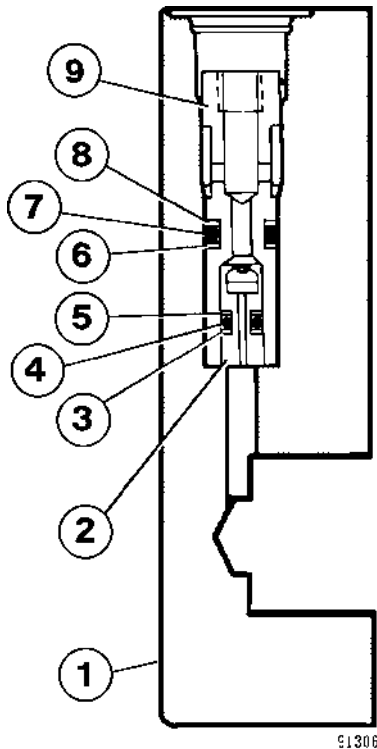

FIGURA 8-6. DESMONTAJE DEL CABEZAL MOVIL DE RESTRICCION (Cubierta de Entrada)
NOTA: Si se requiere desmontar el cabezal móvil de restricción en la cubierta (2), consulte el Paso 4 y la Figura 8-6..
4. Desmonte la camisa (9, Figura 8-6), el anillo de respaldo (8), el O-Ring (7), el anillo de respaldo (6). Saque el anillo de respaldo (5), el O-Ring (4), el anillo de respaldo (3) y el cabezal móvil de restricción (2).
2. Si desmontó el cabezal móvil de restricción (2, Figura 8-6), reensamble en el orden que se muestra.